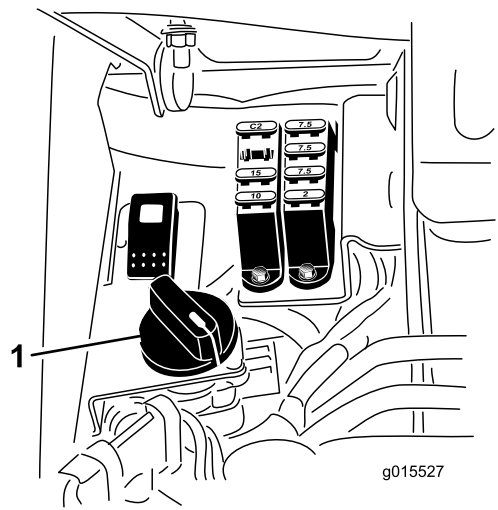

図 54
**重要** バックラップスイッチを通常位置 (F) に戻しておかないと、カッティングユニットを通常通りに操作することができません。
6. リール速度コントロールを 1 にセットする (図 54)。